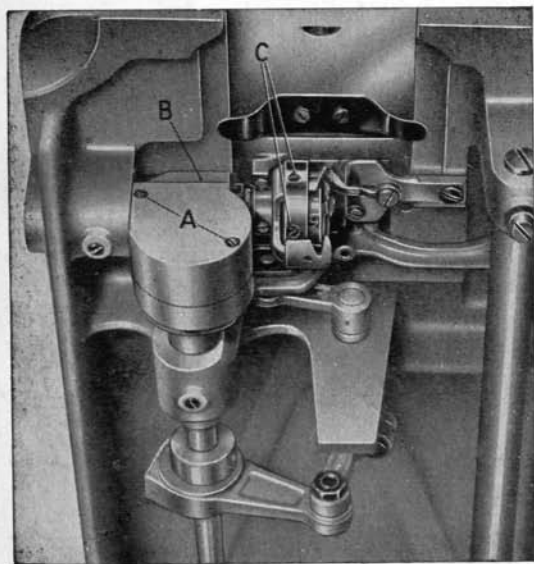

Fig. 19
- 1) Remove screws « A » (fig. 19) and then cover « B ».
- 2) Loosen the 3 screws « C » (fig. 19) and remove the pointed sector closing the race.